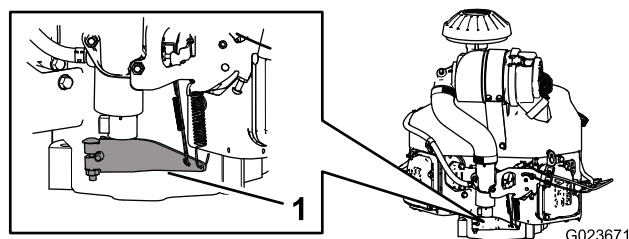

図 67
3. ガバナのアームのスプリング側のタンプを押し下げる(図 67)。